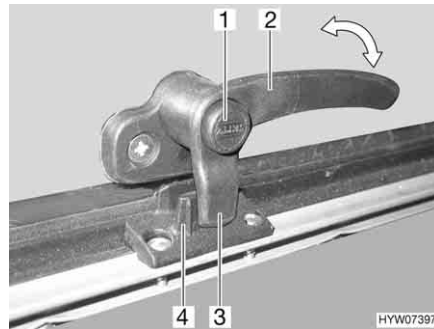
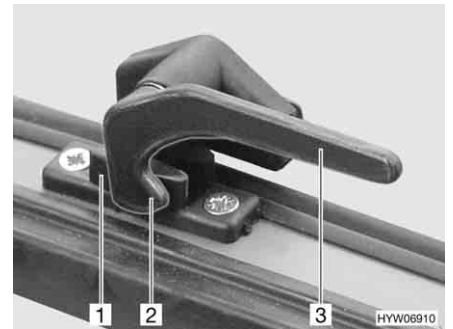

Bild 96 Låsarm med låsknapp i läget "stängd"
Bild 97 Låsarm i läget "stängd"
Öppna: ■ Tryck på låsknappen (Bild 96,1) om sådan finns och håll den nedtryckt.
■ Vrid alla låsarmar (Bild 96,2 eller Bild 97,3) ett kvarts varv mot luckans mitt.
- Tryck på låsknappen (Bild 96,1) om sådan finns och håll den nedtryckt.
- Vrid alla låsarmar (Bild 96,2 eller Bild 97,3) ett kvarts varv mot ramen. Låsspaken (Bild 96,3 eller Bild 97,2) sitter på insidan av lucklåset (Bild 96,4 eller Bild 97,1).
- I läget "helt stängt" (Bild 96 och Bild 97)